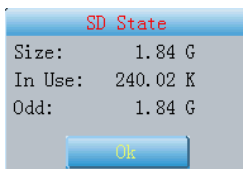

Fig. 7-4
2.  Premere su questa icona per controllare lo stato della scheda SD, come mostrato in Fig.7-4.